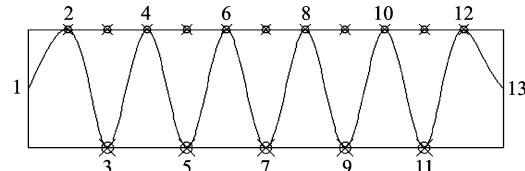

图 1-70 样条曲线各顶点位置
- ① 绘制 100 mm×25 mm 的矩形。
- ② 将矩形分解。
- ③ 将矩形上面的水平线定数等分 12 份，矩形下面的水平线定数等分 6 份。
- ④ 样条曲线按如图 1-70 所示连接相应的等分点并按要求设置终点切向。
- ⑤ 删除辅助的等分点。
指定第一个点或 [方式(M)/节点(K)/对象(O)]：//拾取图 1-70 矩形左侧竖线的中点“1”
输入下一个点或 [起点切向(T)/公差(L)]：//拾取图 1-70 中的“2”节点
输入下一个点或 [端点相切(T)/公差(L)/放弃(U)]：//拾取图 1-70 中的“3”节点
输入下一个点或 [端点相切(T)/公差(L)/放弃(U)/闭合(C)]：//拾取图 1-70 中的“4”节点
输入下一个点或 [端点相切(T)/公差(L)/放弃(U)/闭合(C)]：//拾取图 1-70 中的“5”节点
输入下一个点或 [端点相切(T)/公差(L)/放弃(U)/闭合(C)]：//拾取图 1-70 中的“6”节点
输入下一个点或 [端点相切(T)/公差(L)/放弃(U)/闭合(C)]：//拾取图 1-70 中的“7”节点
输入下一个点或 [端点相切(T)/公差(L)/放弃(U)/闭合(C)]：//拾取图 1-70 中的“8”节点
输入下一个点或 [端点相切(T)/公差(L)/放弃(U)/闭合(C)]：//拾取图 1-70 中的“9”节点
输入下一个点或 [端点相切(T)/公差(L)/放弃(U)/闭合(C)]：//拾取图 1-70 中的“10”节点
输入下一个点或 [端点相切(T)/公差(L)/放弃(U)/闭合(C)]：//拾取图 1-70 中的“11”节点
输入下一个点或 [端点相切(T)/公差(L)/放弃(U)/闭合(C)]：//拾取图 1-70 中的“12”节点
输入下一个点或 [端点相切(T)/公差(L)/放弃(U)/闭合(C)]：//拾取图 1-70 矩形右侧竖线中点“13”